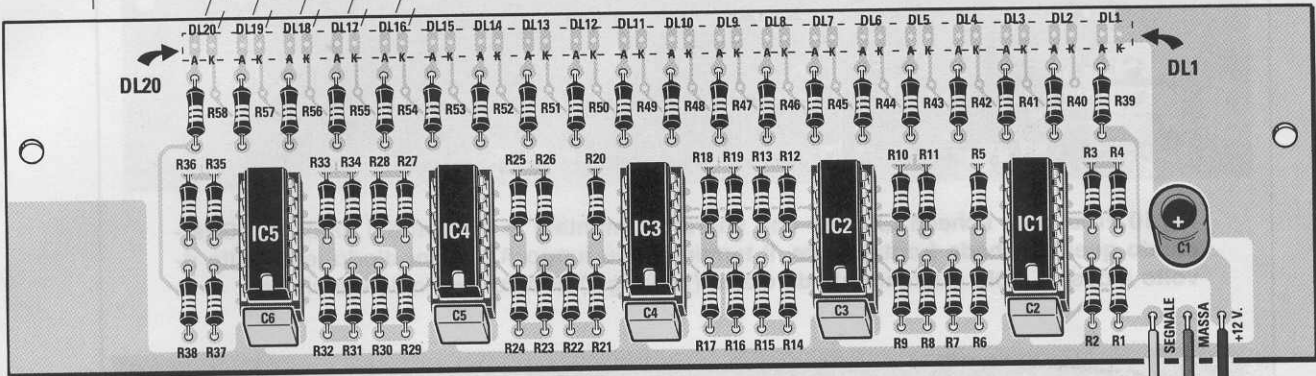

Fig.8 Schema pratico di montaggio della scheda dei diodi led siglata LX.1483 che andrà poi fissata sulla parte inclinata del mobile plastico (vedi fig.2).
**LX.1483** = questo circuito stampato, come il precedente, è un **doppia faccia** con fori **metallizzati** sul quale trovano posto le **4 barre dei diodi led** e tutti i componenti e gli integrati visibili in fig.8.
Il secondo circuito stampato che dovete montare è quello siglato **LX.1483** e come prima operazione vi consigliamo di inserire i cinque **zoccoli** per gli integrati **IC1-IC2-IC3-IC4-IC5** (vedi fig.8).
Solo dopo aver saldato tutti i terminali potrete tranciare con un paio di tronchesine la loro eccedenza e inserire nei rispettivi zoccoli i 5 integrati rivolgendo la loro tacca di riferimento a **U** verso il basso, come appare ben visibile in fig.8.